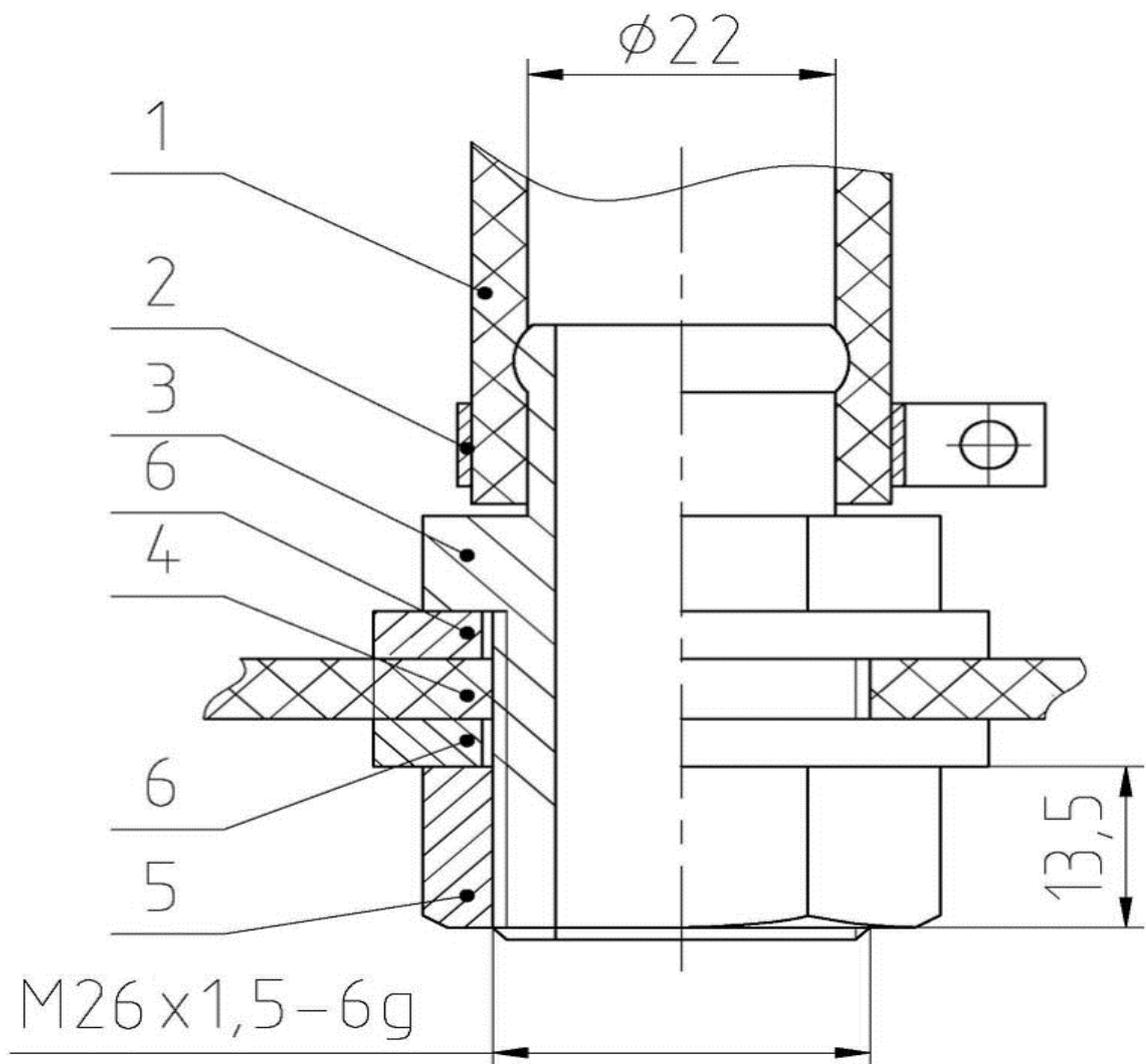

Рис. 1. Установка Штуцера 7408-3509273 в патрубок 5320-1109445.
1.9. Установить 2 Штуцера 7408-3509273 (из приложенного комплекта деталей) в боковое отв. М26х1,5 головки цилиндра компрессора и в Патрубок воздушного фильтра 5320-1109445 (5410-1109429 — вариант исполнения), соединяющий воздушный фильтр автомобиля с коллектором двигателя (см. Рис. 1 и Фото 5). Для этого: